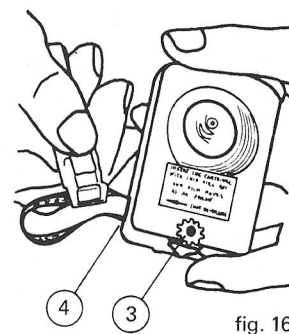

fig. 16
A) Posizionare la levetta del deviatore ① su OFF. Premendo verso l'alto la levetta ② (PUSH), estrarre la cassetta dal suo alloggiamento, tirandola verso il basso.
B) Ruotare la ruota ③ in senso orario, cioè contrario alla freccia indicata sulla cassetta e far coincidere sulla feritoia ④ l'ora da perforare. Estrarre per qualche centimetro il nastro come in fig. 16 pag. 17.